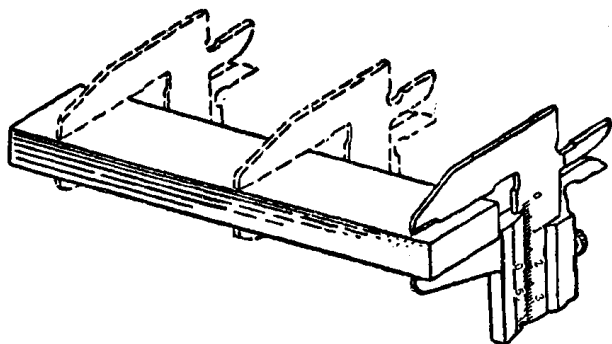
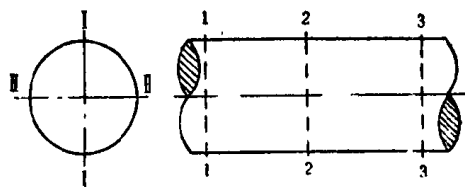

图 14 用游标卡尺测量较长工件的方法 (一)
图 16 在同一截面上的不同方向进行测量
(8) 为了能获得正确的测量结果, 以及能检查出整个工件上的尺寸是否一致, 应该在工件的各部分 (图 14 和 15), 以及工件的同一截面的不同方向上进行测量 (图 16)。